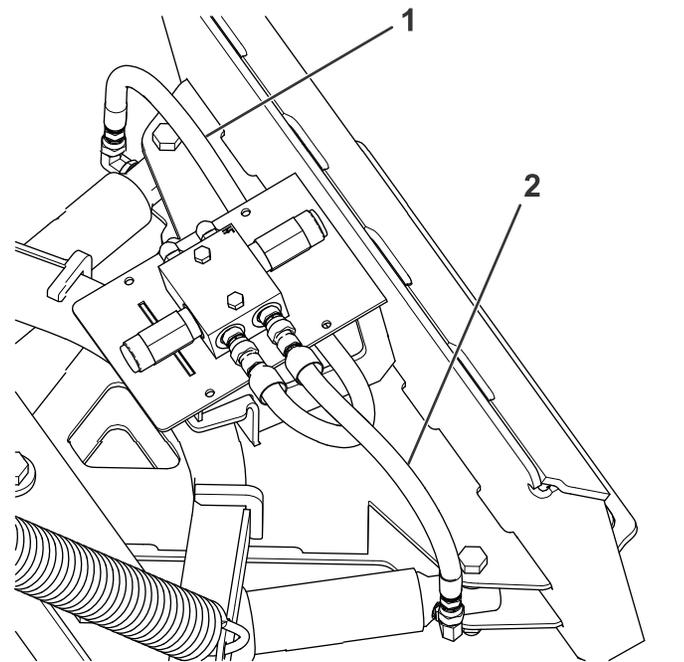

Figura 7
5. Instale el extremo hembra de la manguera mediana en el acoplamiento de 90° del cilindro de inclinación derecho (Figura 7). Apriete el acoplamiento con los dedos, luego gírelo 2 o 3 vueltas más.
6. Instale el extremo macho de la manguera mediana en el acoplamiento delantero izquierdo del bloque hidráulico (Figura 7).
7. Instale el extremo hembra de la manguera corta en el acoplamiento de 90° del cilindro de inclinación izquierdo (Figura 7). Apriete el acoplamiento con los dedos, luego gírelo 2 o 3 vueltas más.
8. Instale el extremo macho de la manguera corta en el acoplamiento trasero izquierdo del bloque hidráulico (Figura 7).